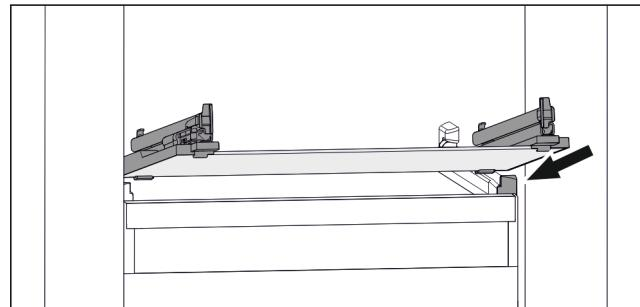

Fig. 134 Příklad znázornění skleněné desky
- Nasadte skleněnou desku šikmo za zarážky. (viz Fig. 134)